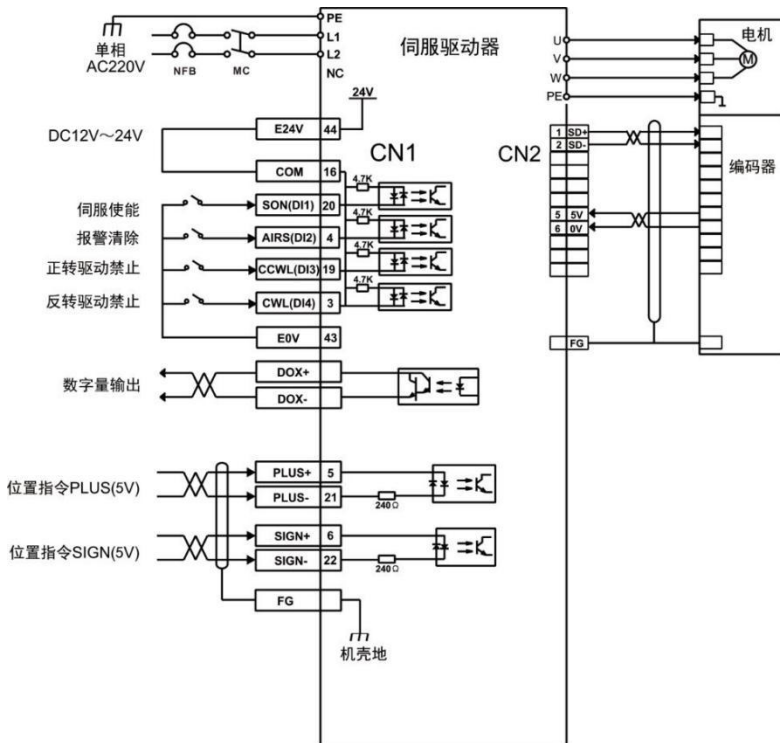

图5.2 位置模式接线图
- 3) 参考图5.2配线说明连接CN1端子中的脉冲方向输入和脉冲指令输入以及所需的DI/DO信号，如同步使能，报警清除，定位完成信号等。